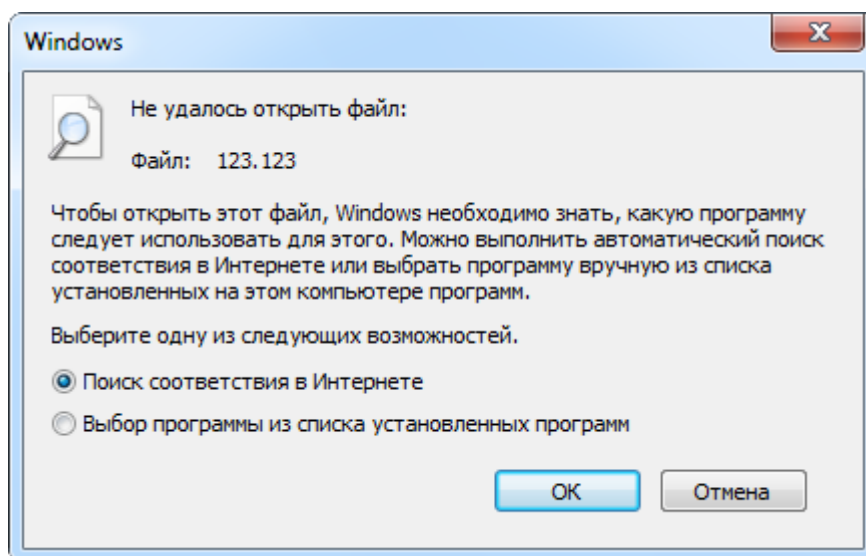

Рис. 8-20 – Окно выбора приложения
- 3) Нажать кнопку «Сохранить на диск»  панели «Действие» (рис. 8-20).
5) Нажать кнопку «Открыть с помощью...» панели «Действия». Открывается стандартное окно для выбора приложения (рис. 8-20).